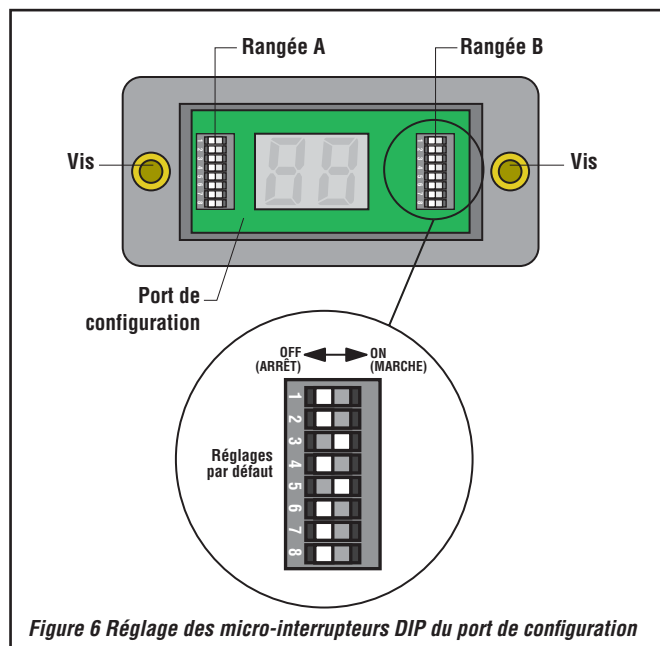

Figure 6 Réglage des micro-interrupteurs DIP du port de configuration
Le *module muting* doit être configuré avant la *vérification initiale* et avant son utilisation. Deux rangées de micro-interrupteurs DIP sont situées sous le couvercle pour effectuer la configuration (Figure 6 en page 21).
3) Régler les deux rangées d'interrupteurs DIP sur les réglages d'usine par défaut comme illustré à la Figure 6 en page 21.